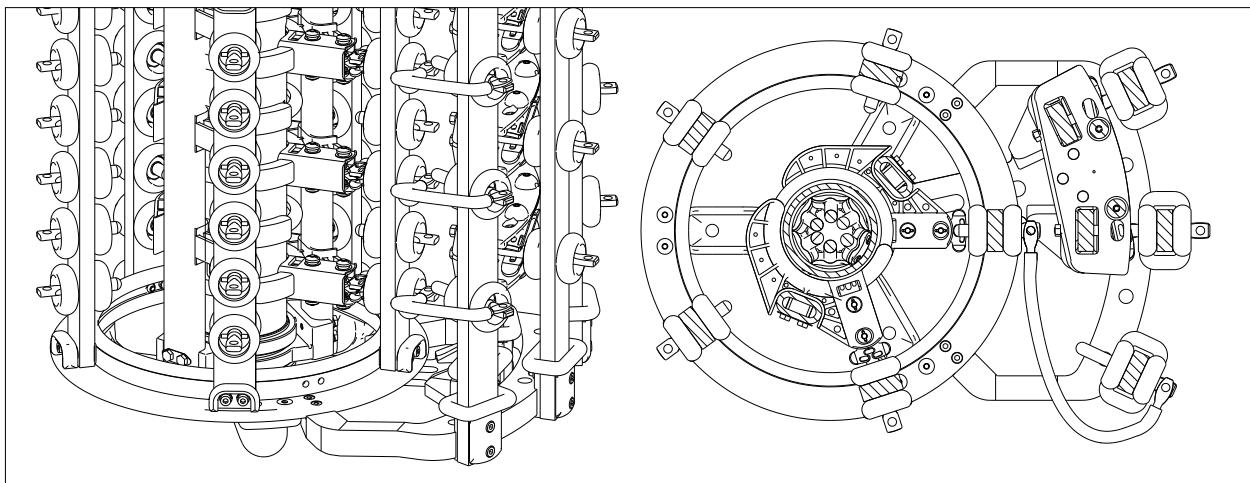

图 5-27
粗细调分接选择器的端子 (+)、(-) 和 (0) 和正反调分接选择器的端子相似。连接方法相同 (图 5-27)。